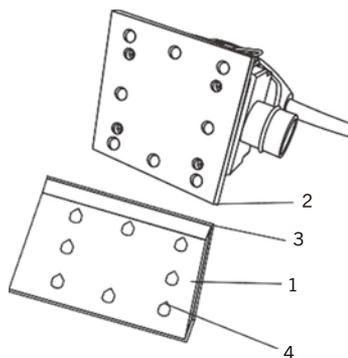

Fig. 6
2. Placez le perforateur (1) sur une surface plane et solide (fig. 6).
3. Alignez le coin du tampon de ponçage (2) avec le coin du perforateur (3). Cela garantira que les trous sont percés au bon endroit.